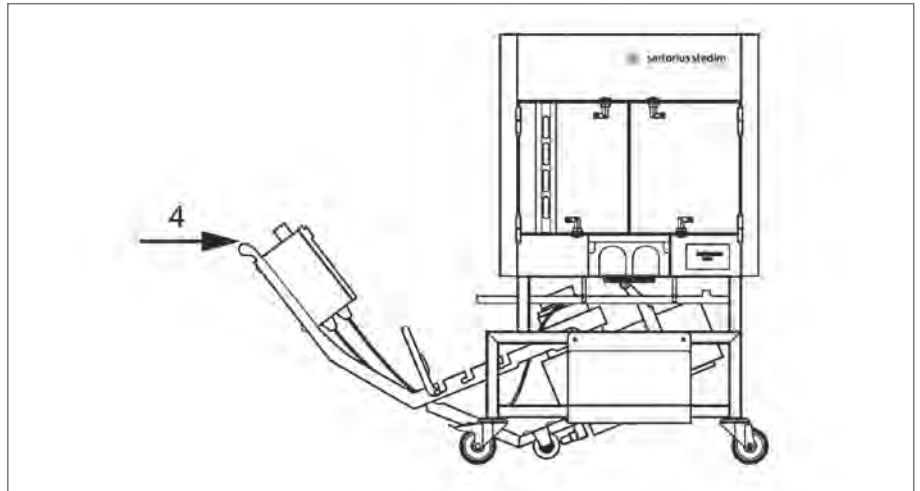

Abbildung 63
3. Rollen Sie die Führungslager der LevMixer® Antriebseinheit auf den Schienen bis an deren Ende (siehe Abb. 63 | 4).